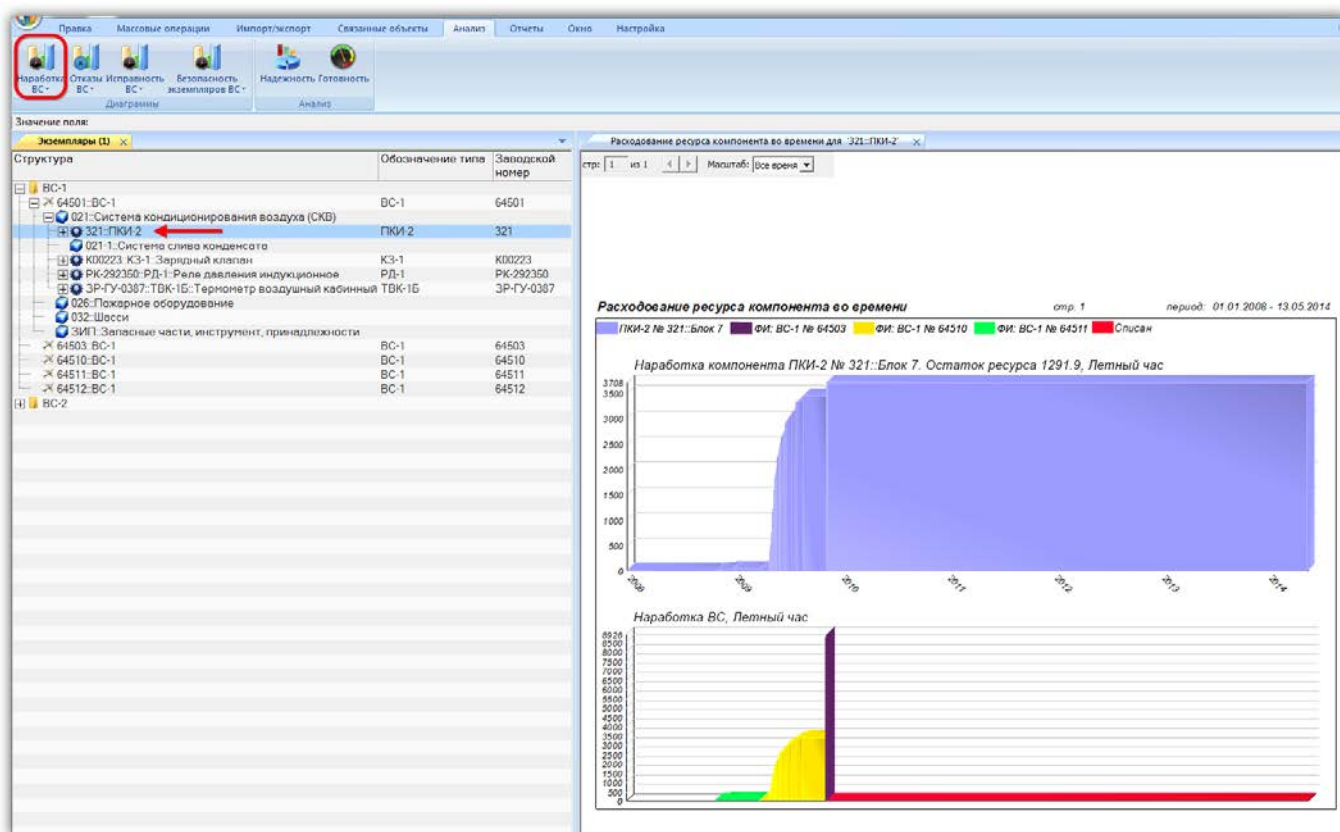

Рис. 13-238 – Построение диаграммы по наработке
5) В отдельном рабочем окне отображается диаграмма по наработке (рис. 13-238). Краткое описание инструментов панели «Файл» для диаграмм приведено в пункте 5.4.7 «Панель «Диаграммы»», стр. 62.